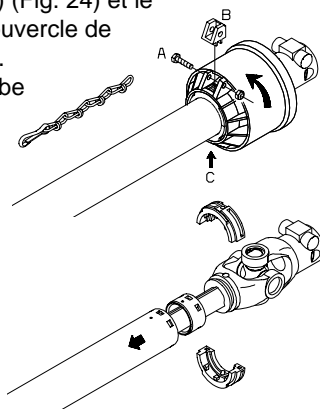

Fig. 24
1. Retirez le boulon (A) (Fig. 24), le verrou (B) (Fig. 24) et le graisseur (C) (Fig. 24). Faites pivoter le couvercle de l'union d'1/4 de tour et tirez-le vers l'arrière.